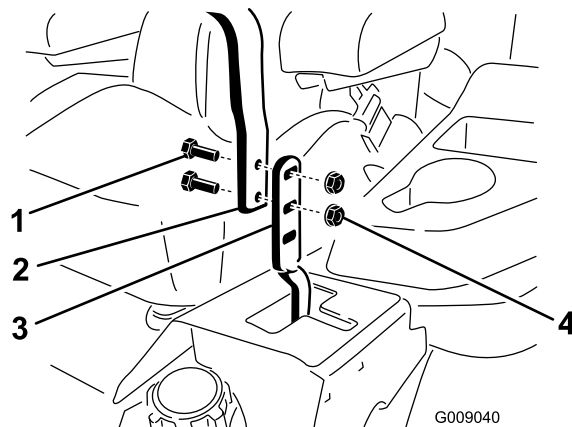

Figure 98
3. Desserrez les boulons et les écrous à embase situés dans les leviers (Figure 98).